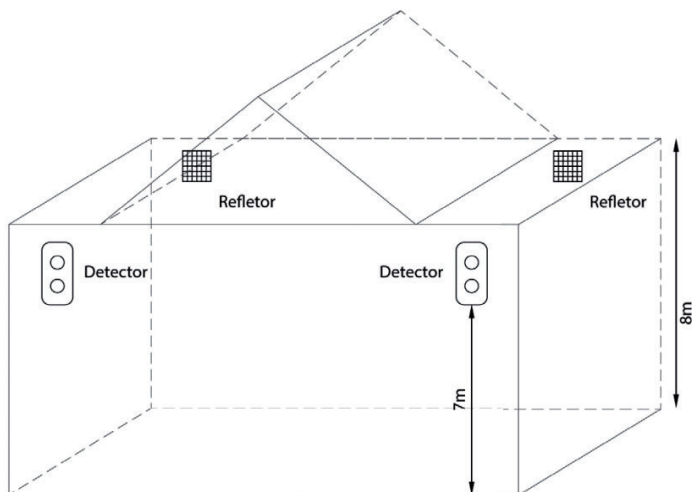

Fig. 06
- c) Quando os espaços possuírem uma altura maior que 8m, o conjunto deve ser instalado a cerca de 7m de altura em relação ao chão (exemplo abaixo – Fig. 06). A distância do conjunto detector/refletor para o teto nunca deve ser menor que 0,5m.